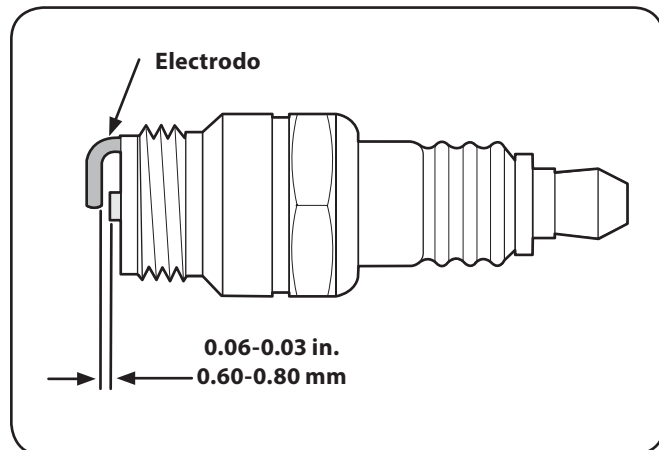

Figura 6-4
6. Mida la separación de bujía con un calibrador. Corrija la separación de ser necesario torciendo el electrodo lateral. Vea la Figura 6-4. La separación debe establecerse en 0.030 pulg. (0.76 mm).